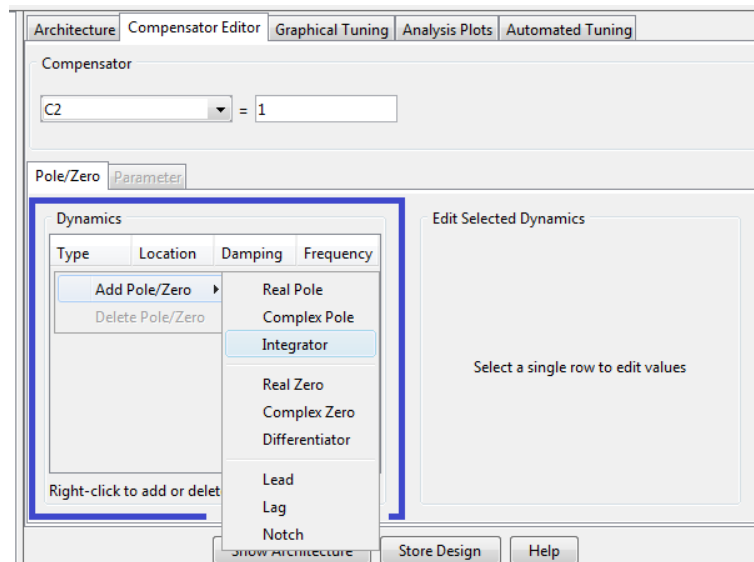

Figura 78. Esquema pestaña Compensator Editor agregar integrador.
- Inserte un integrador en la pestaña *Compensator Editor*, haciendo click derecho sobre el recuadro dynamics de color azul de la Figura 78, escoja *add pole/zero* y luego haga click en *Integrator*.